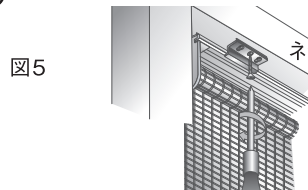

図5
- 5 ブラケット両サイドのネジで本体を固定、最後に必ず木ネジで固定して下さい。(天井付け: 図5 正面付け: 図6)